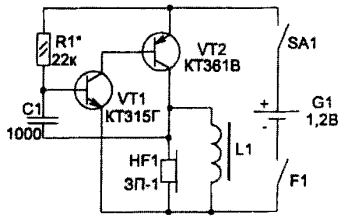
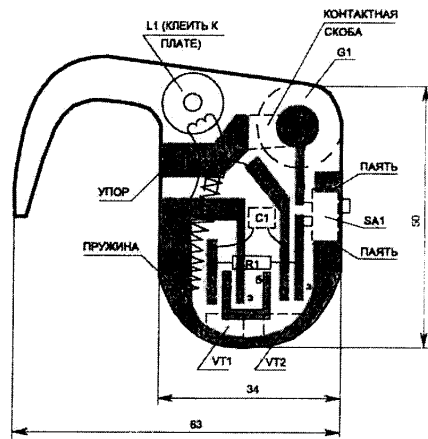

рис. 9
рис. 10
**Схема низковольтного звукового индикатора (рис.9)** предназначена для повышения безопасности вождения автомобиля в ночное время. Это устройство препятствует засыпанию водителя во время движения. Индикатор вместе с элементом питания выполнен на односторонней печатной плате в виде скобы (рис.10), что позволяет, включив микропереключатель SA1, закрепить его за ухом. При глубоком наклоне головы (в момент засыпания) замкнутся контакты датчика наклона F1 и включат индикатор. Громкий сигнал мгновенно разбудит водителя.